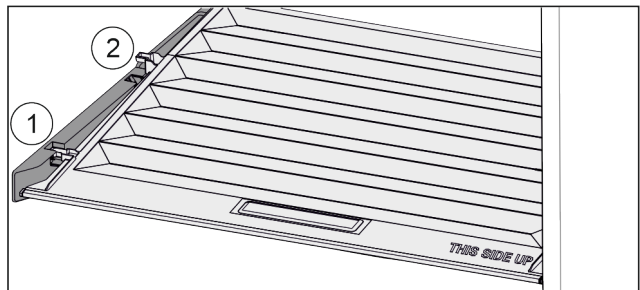

Fig. 27
- ▶ Потянуть крышку до отвес тия в поддерживающих деталях вперед Fig. 27 (1).
- ▶ Поднять сзади с низу и извлечь Fig. 27 (2) движением вверх.